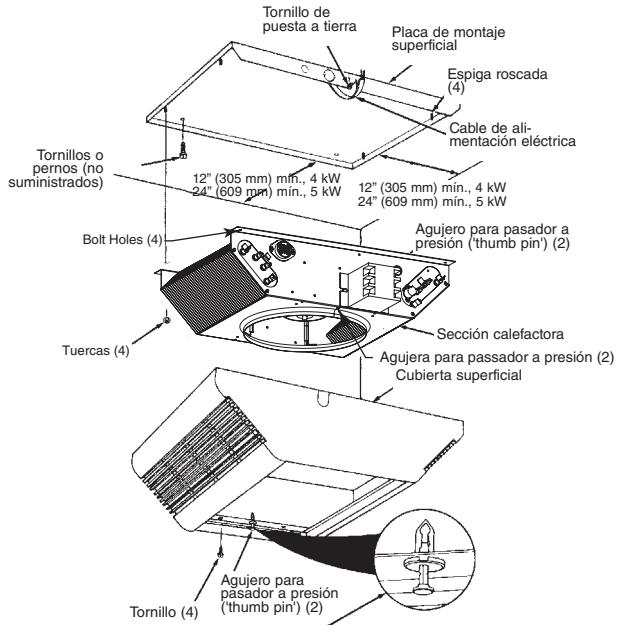

Figura 2
6. Posicione la placa de montaje superficial contra el cielorraso y asegúrela con pernos o tornillos (Figura 2). Vea la Advertencia n.º 9. Conecte el cable de puesta a tierra al tornillo verde de tierra de la placa de montaje superficial.
10. Posicione la sección calefactora sobre las espigas roscadas de la placa de montaje superficial (Figura 2).
11. Empuje la sección calefactora sobre las espigas roscadas y apriete firmemente las cuatro tuercas (suministradas) en las espigas roscadas, a fin de asegurar la sección calefactora a la placa de montaje superficial (Figura 2).
SI NO SE INSTALAN LAS CUATRO TUERCAS DE MONTAJE, EL CALEFACTOR PODRÍA CAER (VEA LA FIGURA 2).
- NOTA:** asegúrese de que el pasador a presión ('thumb pin') de cada extremo de la abertura de la rejilla de descarga esté extraído, para permitir que el cuerpo de estos pasadores encaje en los agujeros de la sección calefactora (Figura 2).
15. Instale y apriete firmemente los cuatro tornillos (suministrados) para asegurar la cubierta superficial a la sección calefactora (Figura 2).
SI NO SE INSTALAN LOS CUATRO TORNILLOS, LA CUBIERTA SUPERFICIAL PODRÍA CAER (VEA LA FIGURA 2).